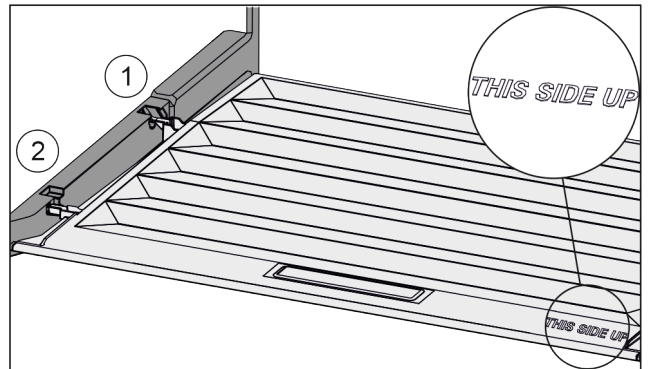

Fig. 45
- ▶ Dekselranden via de opening van de achterste houder Fig. 45 (1) aanbrengen en van voren in de houder Fig. 45 (2) klikken.